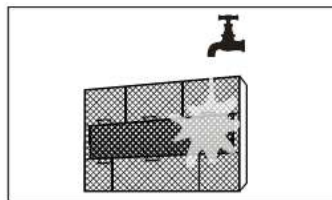

fig. 20 -
5. Filtry główne należy myć wodą lub odkurzyć "fig. 20 -". Pozostawić filtry do całkowitego wyschnięcia, unikając ekspozycji na bezpośrednie działanie promieni słonecznych.